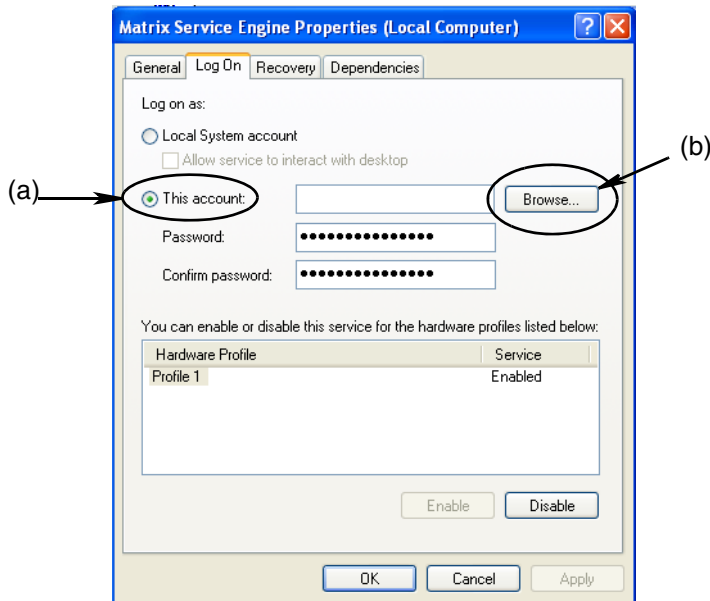

FIG. 58
- f. Sélectionnez « Ce compte » (This Account) (a) (FIG. 58).
- g. Cliquez sur le bouton Naviguer (b) (FIG. 58).
- Si le nom fourni est trouvé, l'écran illustré à la FIG. 58 s'affiche de nouveau. Fournissez le mot de passe pour votre ordinateur. Dans le champ Confirmer le Mot de Passe (Confirm Password), tapez exactement le même mot de passe.